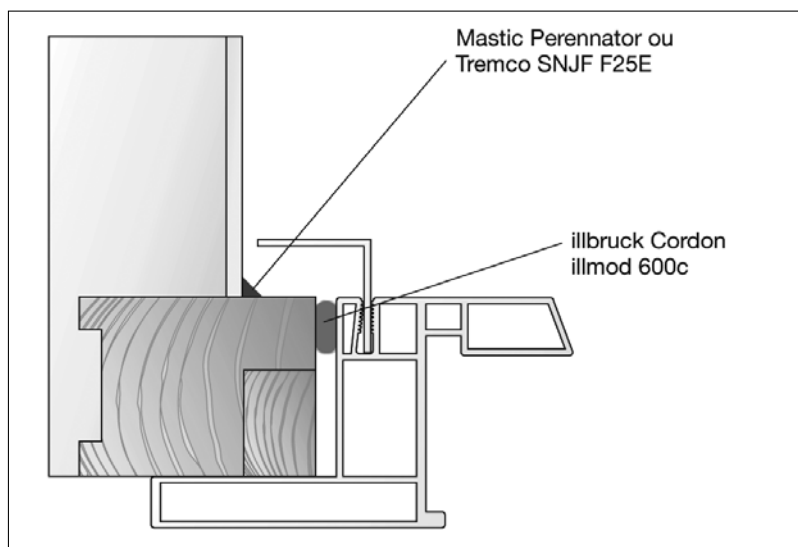

Figure 27 : Fenêtre PVC en rénovation – Exemples de pose sur ancien dormant bois
- En réhabilitation, il est généralement utilisé : **entre ancien dormant bois et nouvelle fenêtre** (Figure 27).